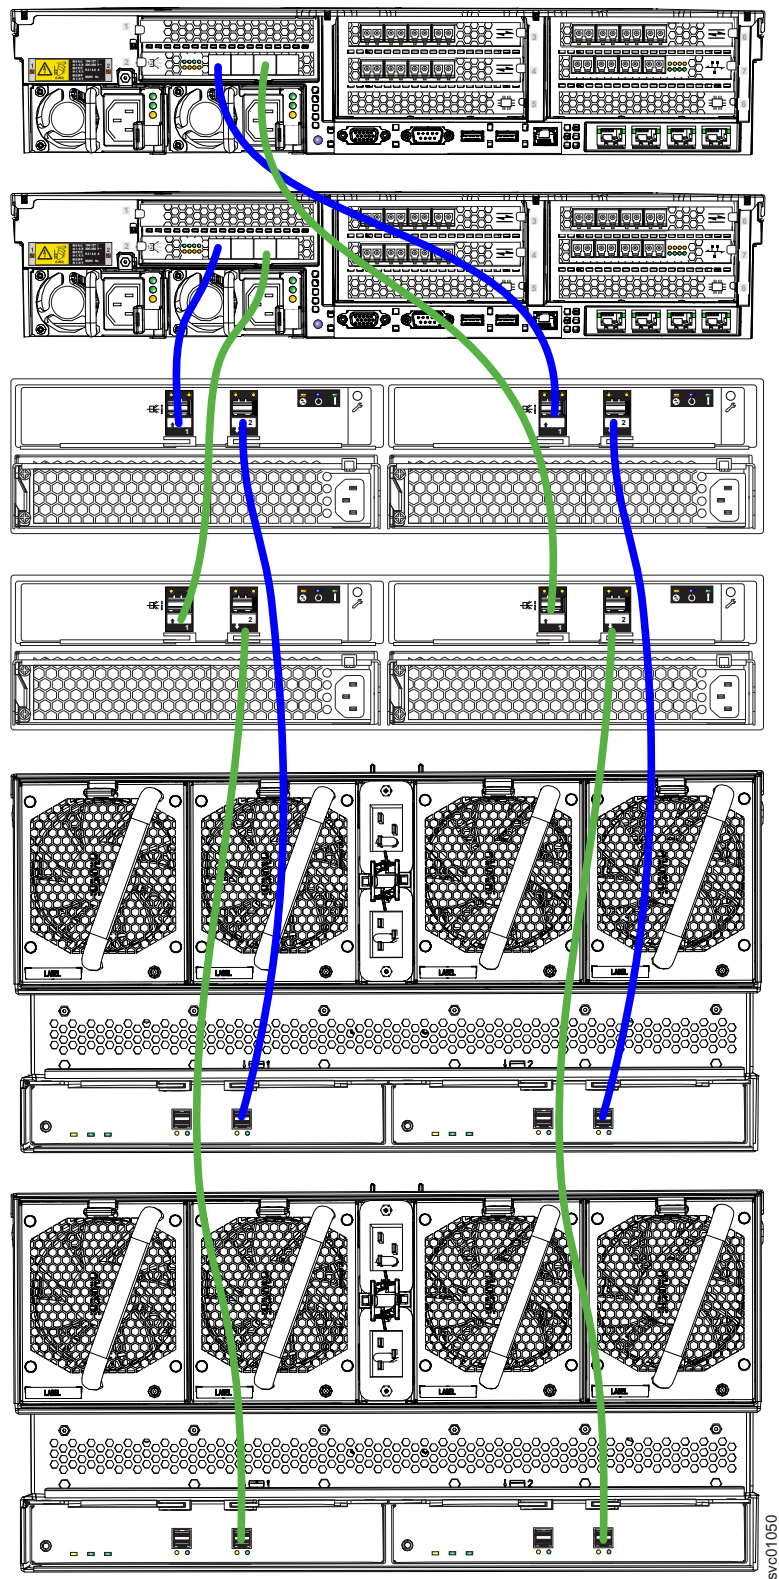

Figure 135. Branchement des câbles SAS
1. Installez les câbles, comme indiqué dans la figure 135, à la page 150.
Remarque : La figure 135, à la page 150 est fournie pour montrer les connexions des câbles entre les boîtiers SAS et chaque boîtier du noeud. Elle n'implique pas ou ne représente pas l'ordre de rayonnage précis des boîtiers dans une armoire. Cependant, en raison de sa taille et de son poids, placez toujours le boîtier 2145-92F près du bas de l'armoire.
Comme le montre la figure 135, à la page 150, vous pouvez combiner les boîtiers 2145-24F, 2145-12F et 2145-92F dans une chaîne SAS. Le facteur limitant est le *poids de la chaîne* combiné des différents composants. Le poids maximum de la chaîne SAS qui peut être connecté à un nœud port SAS est de 10 :